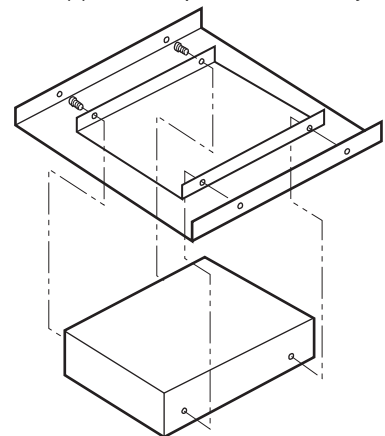

Figura 2 - Juego de bastidor FIF-FTBF-N
3. Monte la caja posterior al juego de bastidor FIF-FTBF-N utilizando los cuatro (4) tornillos provistos con el juego (vea la figura 2).